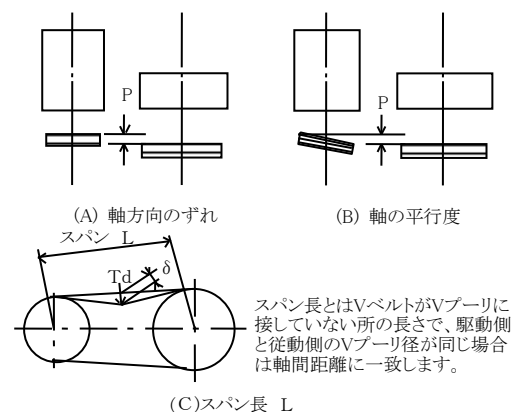
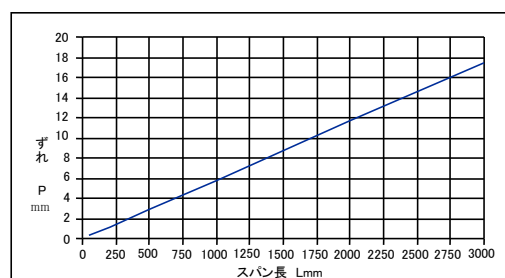
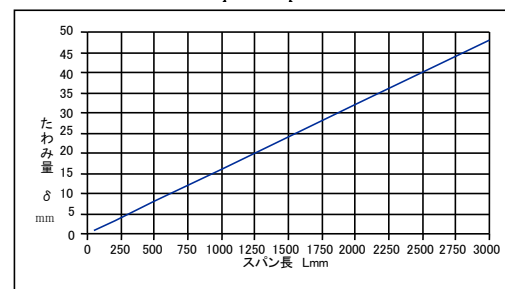

図 10 Vプーリの心出し
図 11 Vプーリのずれ許容寸法
図 12 Vベルトの必要たわみ量 (δ mm)
- (1) ファンは工場ですくしく心出し調整して出荷していますが、据付終了後再調整してください。
- (2) Vプーリのミスアライメントは、Vベルトの寿命を縮める要因になりますので、正確に調整をしてください。ミスアライメントには、Vプーリの軸方向のずれと軸の平行度の2つが含まれます。図10 (A) が軸方向のずれで、同図 (B) が軸の平行度です。それぞれのずれの許容寸法 (P mm) は、同図 (C) に示されるVプーリ間のスパン長 (L mm) により、図11に示された値以下といたします。Vベルトを張った後で許容寸法を確認してください。ずれPは、極力小さく調整してください。
- (3) Vベルトは、取付張力が不足するとスリップが発生しやすくなり、Vベルトの寿命に影響を与えます。また、張力が高すぎるとVベルトの寿命を縮めるだけでなく、軸荷重が過大になり、軸受の寿命を縮めます。Vベルトの張り調整は次の手順により行います。
- ・たわみ量 (δ mm) はスパン長 (L mm) をはかり、図12より求めます。